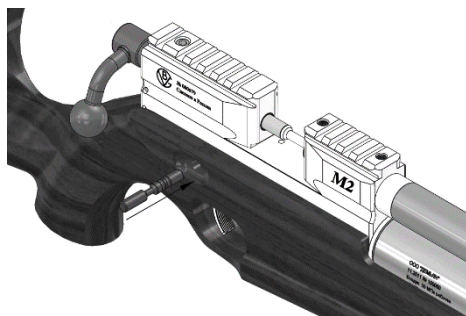

Рис. 10 - Установка предохранителя.
- установить предохранитель, предварительно взведя затвор и сориентировав его так, как показано на рис. 10 (две канавки слева)